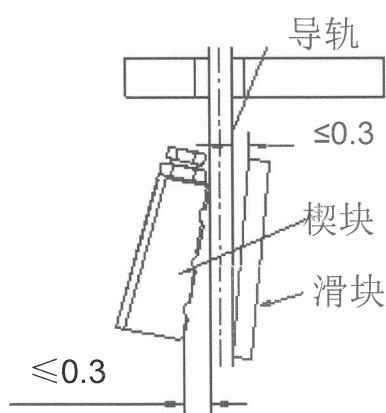

图 5
2.2.4. 安全钳楔块工作面与导轨贴合接触后，楔块两端与导轨侧面的间隙差不应超过 0.3mm (图 5)。